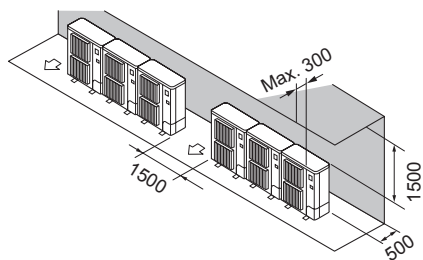

Fig. 2-13
- ② Obstacole numai în spate și deasupra (Fig. 2-13)